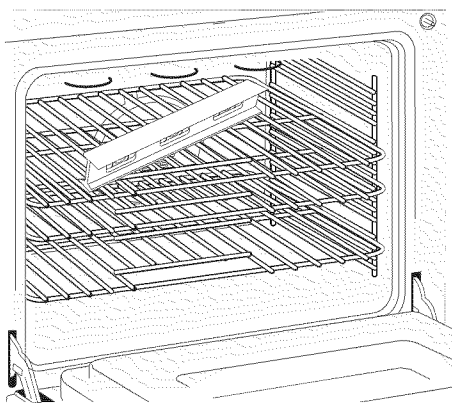

Figura 10
2. Ponga un nivel sobre la parrilla (figura 10). Ponga un nivel sobre la parrilla. Tome dos lecturas con el nivel puesto diagonalmente en una dirección y después en la otra. Nivele la estufa, si es necesario, ajustando las 4 patas niveladoras con una llave de tuercas (vea la figura 18).